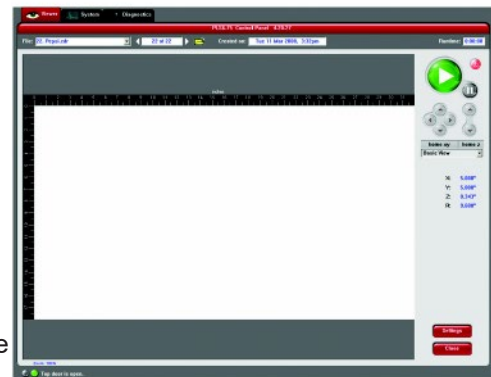

Abb. 6
8. Klicken Sie auf das UCP-Icon in der Taskleiste und die aktuelle Datei erscheint im Vorschauenfenster (Abb. 6).
4. Drücken Sie die grüne START-Taste auf dem Bedien-Bildschirm, um den Bearbeitungsprozess zu starten (Abb. 6 auf der vorhergehenden Seite).